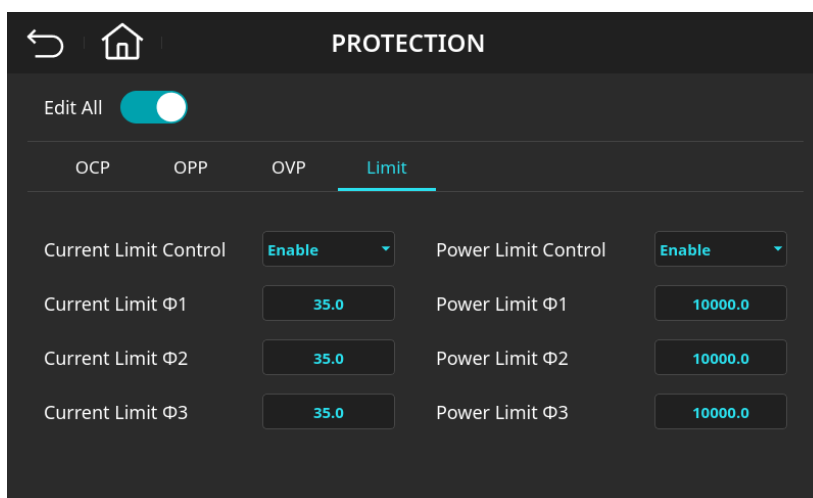

图 4-57 输出电流/功率限制保护页面(Current Limit $\Phi 1$ / $\Phi 2$ / $\Phi 3$ =35.0 A，Power Limit $\Phi 1$ / $\Phi 2$ / $\Phi 3$ =10000.0 VA)
8. 输入 **1**，**0**，**0**，**0**，**0**后按下 **Enter** 键，数值变更成"10000.0"，如图 4-57 所示。